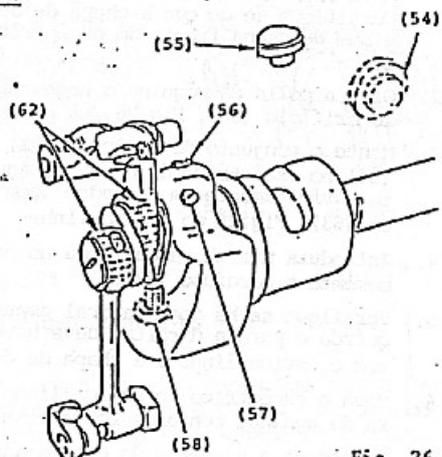

Fig. 26
1. Retire, da máquina, a chapa frontal, o tampão grande (54) e o tampão pequeno (55) do braço.
3. Gire a polia da máquina para dar acesso ao parafuso (56), Fig. 26 da bucha da barra da agulha pelo orifício aberto com a remoção do tampão (54). Afrouxe o parafuso (56).
4. Gire a polia da máquina conforme for necessário e, pelo mesmo orifício, afrouxe o parafuso (57).
NÃO MEXA no parafuso menor (58), Fig.26, de posicionamento, de cabeça hexagonal, que segura o excêntrico de movimento da barra da agulha na sua posição correta no eixo horizontal do braço.
2. Gire a polia da máquina o necessário para tornar o parafuso (57) acessível pelo orifício (54), Fig.26, na parte traseira da máquina.
3. Monte o conjunto do estica-linha, incluindo peças (60), (61), (62) (63) e (64) no excêntrico da barra da agulha de maneira que o parafuso (37) encoste perfeitamente em esquadro com o rebaixo apropriado existente no excêntrico (63), Fig.26 do estica-linha.
4. Introduza uma chave de fenda no orifício (54) do tampão no braço e aperte firmemente o parafuso.
5. Verifique se há jogo lateral empurrando o estica-linha levemente para a esquerda e para a direita; deve haver um jogo lateral de 0,025mm à 0.050mm entre o estica-linha e a chapa de deslizamento (64).
8. Gire a polia da máquina o necessário para tornar o parafuso (56) acessível pelo orifício do tampão (54), Fig.26 no braço, na parte traseira do cabeçote.
9. Introduza uma chave de fenda nesse orifício (54) e aperte firmemente o parafuso (56).
10. Introduza um arame guia fino e flexível empurrando-o para baixo pelo orifício do tampão (55) e, da direita para a esquerda pelo orifício na fundição do cabeçote, próprio para o pino gonzo do estica-linha.
11. Introduza o pino gonzo (66) do estica-linha e o seu pavio de óleo (67) no excêntrico do estica-linha. Prenda as extremidades do pavio (67) que sobressae do pino gonzo no arame guia e em seguida introduza o pino
(66) no orifício na fundição do braço enquanto puxa
1. Remova o tampão (55), fig.26, da parte superior do braço.